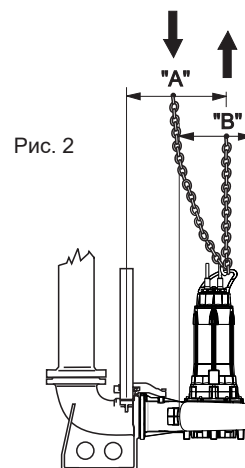

Рис. 2
- 1.5. - Если необходимо снять электронасос со своего места, прежде всего отсоедините электрические кабели от панели управления и поднимите его, как указано на стр. 98 (рис. 2). Очистите электронасос снаружи и внутри струей чистой воды от возможных остатков перекачиваемой жидкости, используя защитные очки, резиновые перчатки, маску и непромокаемый фартук.